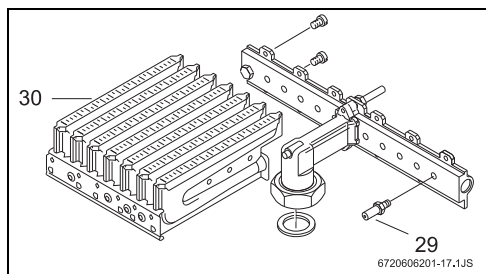

Fig. 17
- Smontare entrambe le rampe degli ugelli (Fig. 17, [pos. 30]) e sostituire gli ugelli (Fig. 17, [pos. 29]).